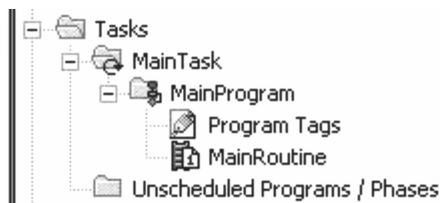

图 6-10 项目管理器列表
1. 在控制器项目管理器中，双击“主例程”（MainRoutine），如图 6-10 所示。